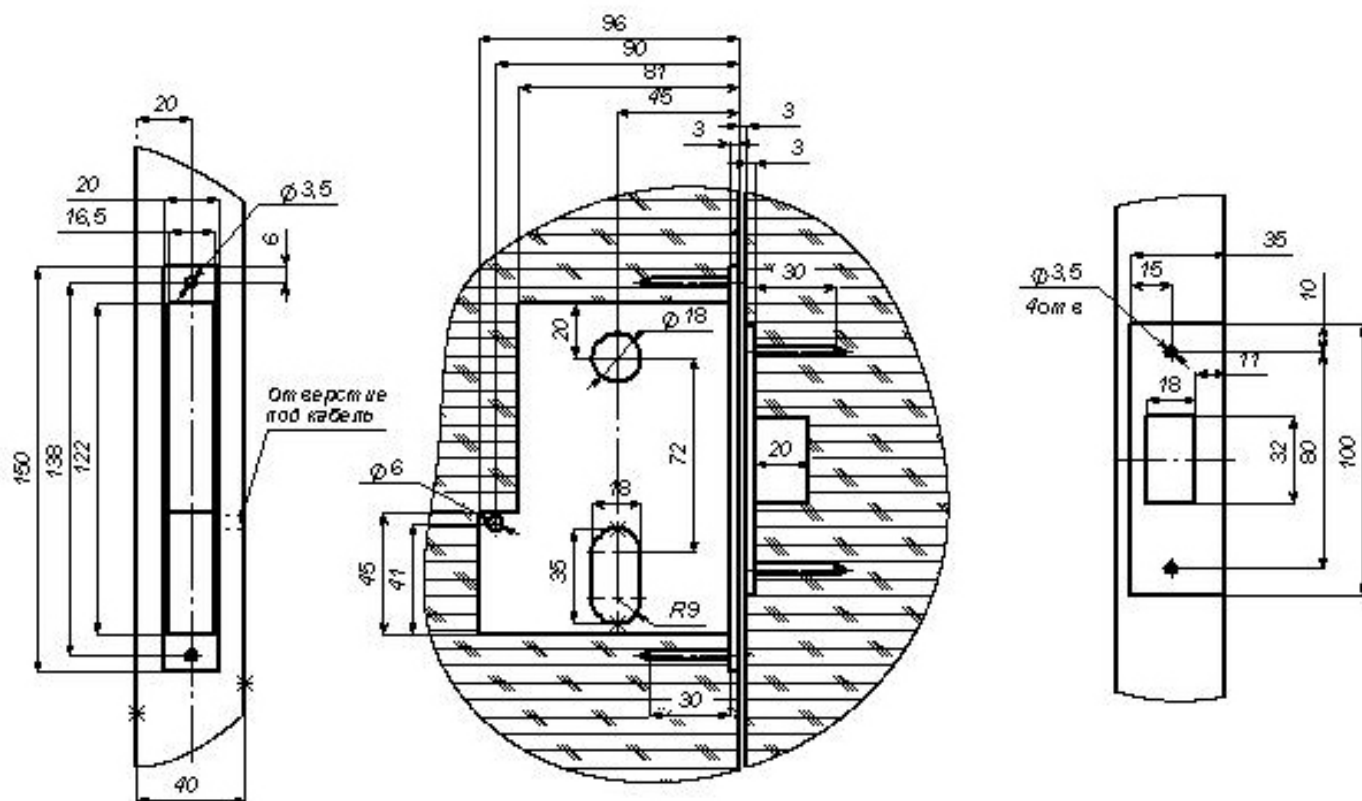

Рис.3 Разметка отверстий под замок
1) Выполните в двери разделку в соответствии с разметкой (размеры - на рис.3);